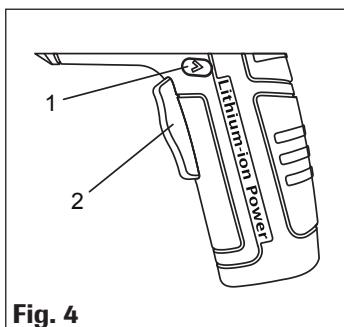

Fig. 4
**Rotire spre dreapta:** Pentru înșurubarea șuruburilor, împingeți partea dreaptă a comutatorului de schimbare a direcției de rotație (1) până la opritor. (Fig. 4)
**Rotire spre stânga:** Pentru slăbirea resp. deșurubarea șuruburilor, împingeți partea stângă a comutatorului de schimbare a direcției de rotație (1) până la opritor. (Fig. 4)
**Declanșator:** Declanșatorul (2) este acționat prin apăsarea tastei. Pentru deconectare, eliberați din nou declanșatorul. (Fig.4)